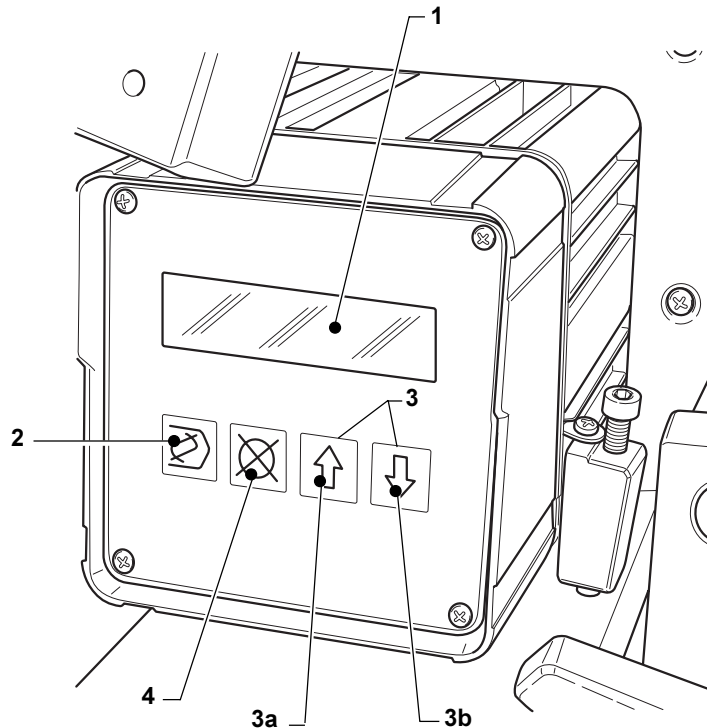

Fig. 9
1.7.a Pannello comandi DISP02 (Fig.9).
• DISPLAY (1)
1.7.a DISP02 Control Panel (Fig. 9).
1.7.a Panneau de commande DISP02 (Fig. 9).
• AFFICHEUR (1)
1.7.a Schaltpult DISP02 (Abb. 9).